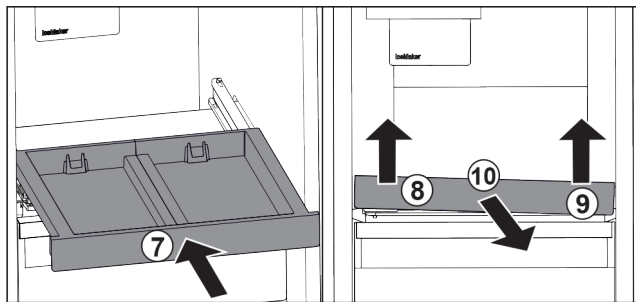

Fig. 141
- Tolja be a kihúzható rácsot. Fig. 141 (7)
- Emelje meg a kihúzható rács elejét baloldalt. Fig. 141 (8)
- Emelje meg a kihúzható rács elejét jobboldalt. Fig. 141 (9)
- Vegye ki a kihúzható rácsot előre felé. Fig. 141 (10)